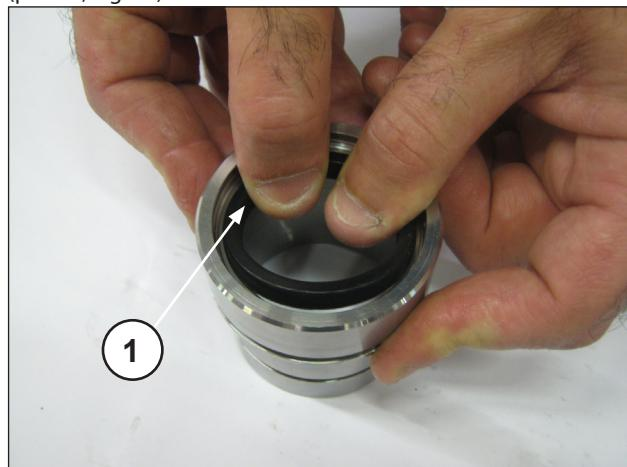
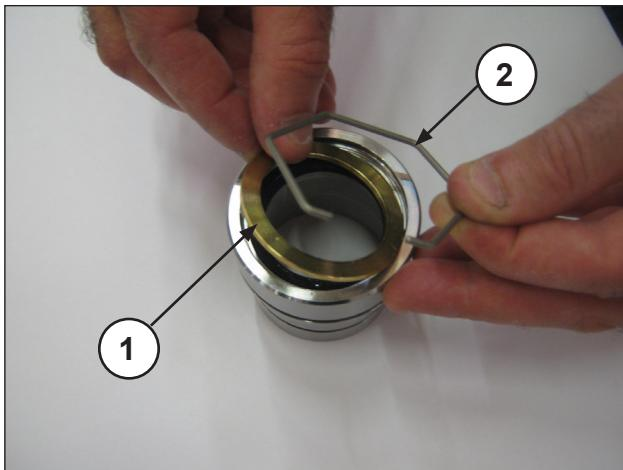

Fig. 29
Fig. 30
Introducir la junta de baja presión en el soporte de las arandelas de prensaestopas (pos. ①, Fig. 29) controlando el sentido de montaje (el labio de retención debe estar hacia adelante, hacia la cabeza). Introducir la anilla de retención, la anilla de tope (pos. ①②, Fig. 30) y la junta tórica externa (pos. ①, Fig. 31).